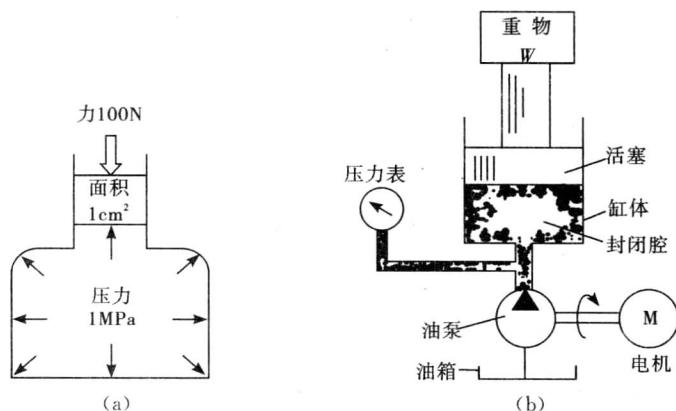

图 1-14
(1) 加于密闭容腔内液体任一部分的压强(液压传动中称“压力”)将按其原来的大小由液体向各个方向传递;
(2) 压力总垂直作用于容器内的任意表面上;
(3) 如果忽略不计因液面高度所产生重力的影响,液体中各点的压力在所有的方向上均相等。例如图 1-14(a)所示给断面面积为 1cm^2 的活塞加上 100N 的力,在封闭容腔内处处会产生均等的 1MPa 的压力(压强)。
如图 1-14(b)所示:利用油泵给封闭腔中的工作介质加压产生的压力 p 作用在活塞上,顶起重物 W 。这种“利用压力传递动力,将液压能转换成机械能,以驱动工作机构完成所要求的各种动作”的过程便是液压传动的工作原理。